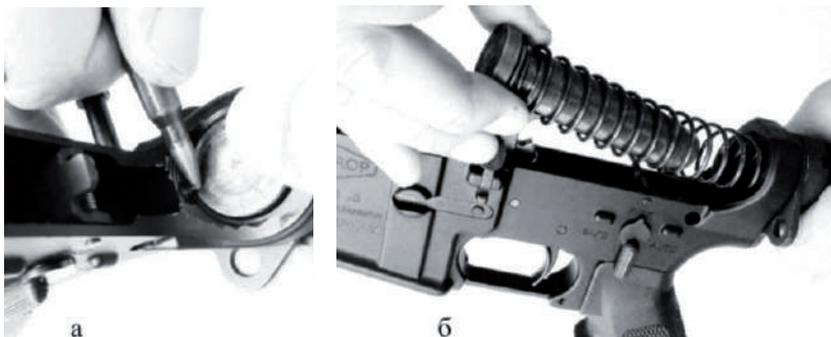

Рис. 87. Від'єднання буфера віддачі та зворотної пружини
5. Від'єднати зворотний механізм. Взяти нижню раму ствольної коробки за трубу приклада, пальцем натиснути на буфер віддачі, втиснувши його в трубу приклада, а другою рукою за допомогою інструментів або патрона натиснути на фіксатор буфера (рис. 87а), щоб він опустився донизу. Звільнивши від фіксації буфера віддачі, притримуючи буфер пальцем витягнути його з труби приклада разом зі зворотною пружиною (рис. 87б).